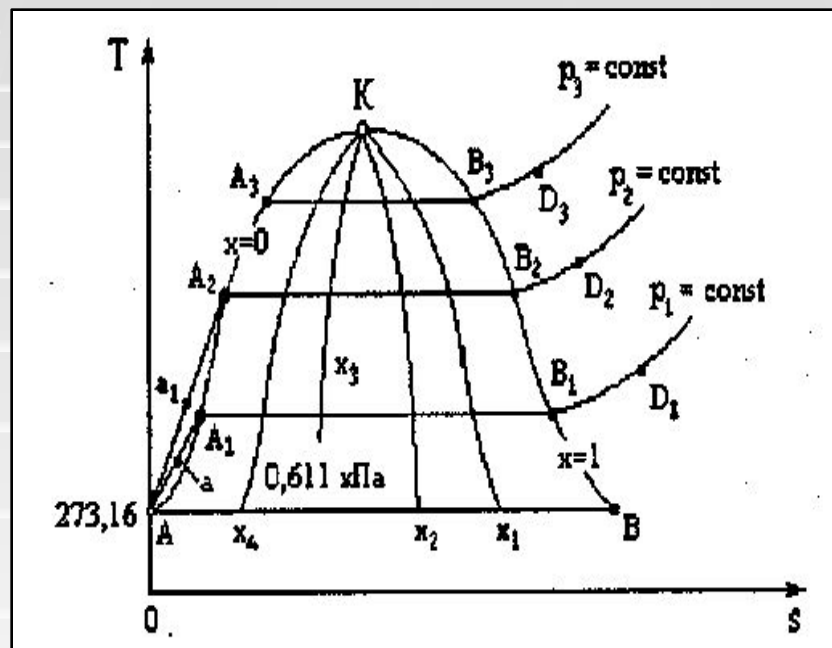

Рис. 5.3
- Процесс нагрева воды от $0,01^\circ\text{C} = 273,16\text{ K}$ до температуры кипения при давлении $p_1 = \text{const}$ характеризуется линией AaA_1 . Линия A_1B_1 является процессом парообразования и линия B_1D_1 – процессом перегрева пара (рис. 5.3.). Если нанести на Ts – диаграмме ряд таких изобарных процессов и соединить точки, в которых начинается и заканчивается процесс кипения, то получим две пограничные кривые AK – кривая начала кипения ($x=0$) и KB – кривая окончания кипения (кривая сухого пара $x=1$), которые сходятся в критической точке K .